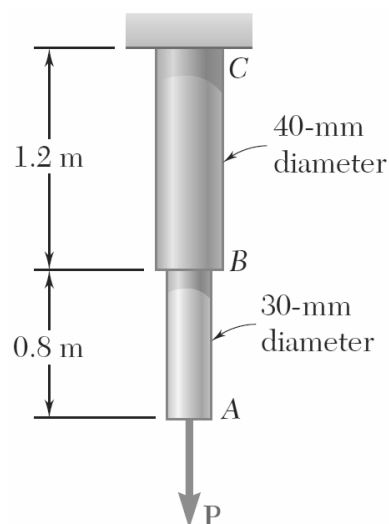

Figura 2.26
2.4.4 Determine a diferença de temperatura necessária aplicar às duas barras da Figura 2.26 para que não haja um aumento de comprimento. Dados: $P = 10 \text{ kN}$, $E = 200 \text{ GPa}$ e $\alpha = 16 \times 10^{-6} / ^\circ\text{C}$. R: $\Delta T = -3,13^\circ\text{C}$